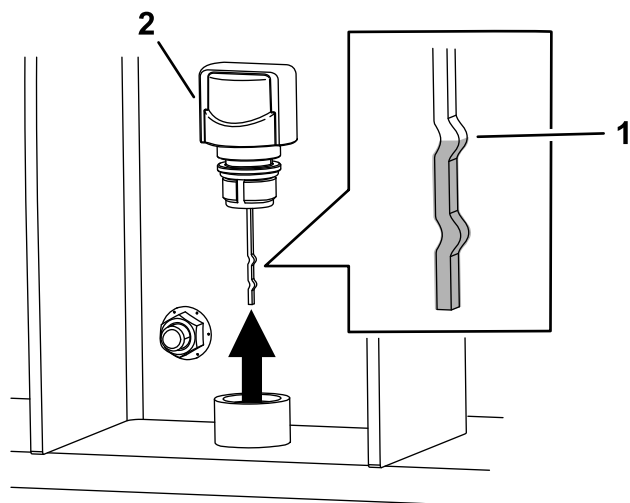

Figure 33
4. Nettoyez la surface autour du reniflard (Figure 33).
5. Retirez le reniflard (Figure 33).
7. Ressortez la jauge et vérifiez que le liquide atteint le cran supérieur (Figure 33). Remettez le reniflard en place.
**Remarque:** Le niveau de liquide doit atteindre le cran supérieur sur la jauge du reniflard (Figure 33)